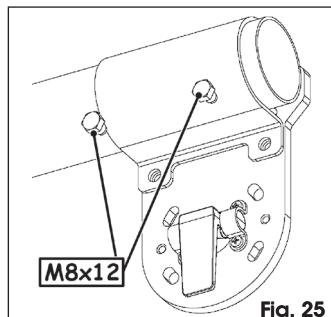

Fig. 25
- Terminer la fixation de la lisse avec les deux autres vis, Fig. 25.